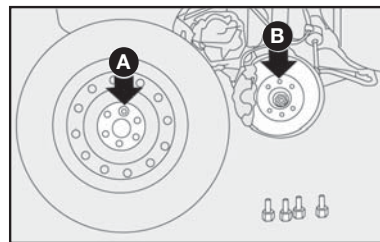

fig. 5
6) montar a roda sobressalente, encaixando os furos **A-fig. 5** com os respectivos pinos **B**;